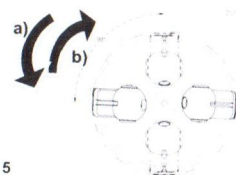

Рис. 5
- Для изменения горизонтальной плоской струи в вертикальную, вращайте фиксатор против часовой стрелки, на угол вращения 90° (Стрелка «а», рисунок 5).
- Для изменения вертикальной плоской струи на горизонтальную, вращайте фиксатор по часовой стрелке, на угол вращения 90° (Стрелка «б», рисунок 5).